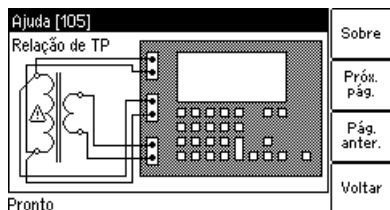

Figura 10-12: Exemplo de fiação para medição de relação de TP
1. Conecte os soquetes OUTPUT e a entrada SEC do *CT Analyzer* ao lado primário do TP e a entrada PRIM do *CT Analyzer* ao enrolamento secundário do TP (consulte a Figura 10-12).